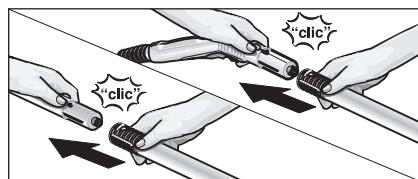

Fig. 3: Montar tubos de extensão
- Utilize em caso necessário o tubo de extensão (G1). Monte para isso, um ou ambos tubos de extensão (G1) na pistola de vapor (C1) (ver fig. 3). Introduza o acessório desejado (D1,E1,F1,H1) na extremidade livre do tubo de extensão.